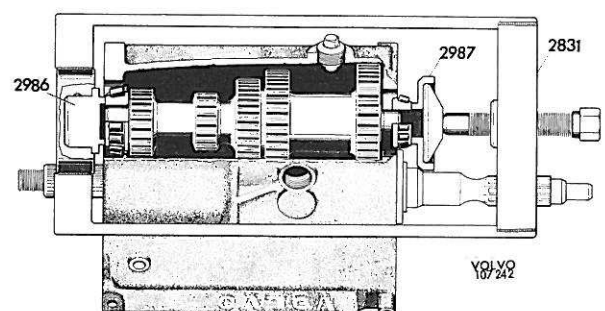

Figure 26. Montage de bague intérieure de roulement avant
6. Retourner la boîte de vitesses, face supérieure en bas. Enfoncer la bague intérieure du roulement avant sur l'arbre intermédiaire en se servant des outils 2831, 2986 et 2987 comme indiqué sur la figure 26. Enfoncer les bagues extérieures jusqu'à ce qu'elles se trouvent à environ 3 mm au-dessus du plan.